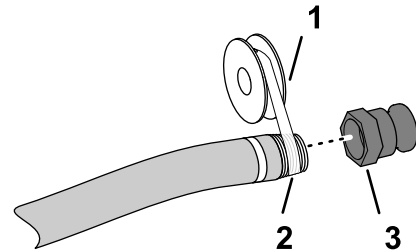

图 5
5. 在加水软管接头25.4mm——美国标准管螺纹的螺纹上涂抹 PTFE 聚四氟乙烯螺纹密封胶图 5。
6. 将快速断开耦合器拧到加水软管上并用手紧固图 5。